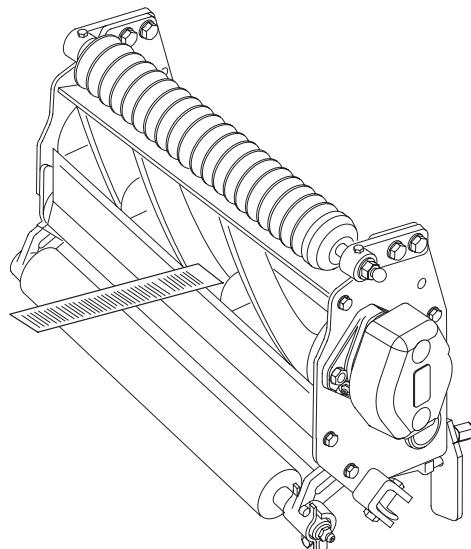

Figure 3
4. Vérifiez ensuite si le cylindre peut saisir le morceau de papier inséré par l'avant et le couper lorsqu'il est inséré à angle droit (Fig. 3). Normalement, le papier doit être coupé avec un minimum de contact entre la contre-lame et les lames du cylindre.